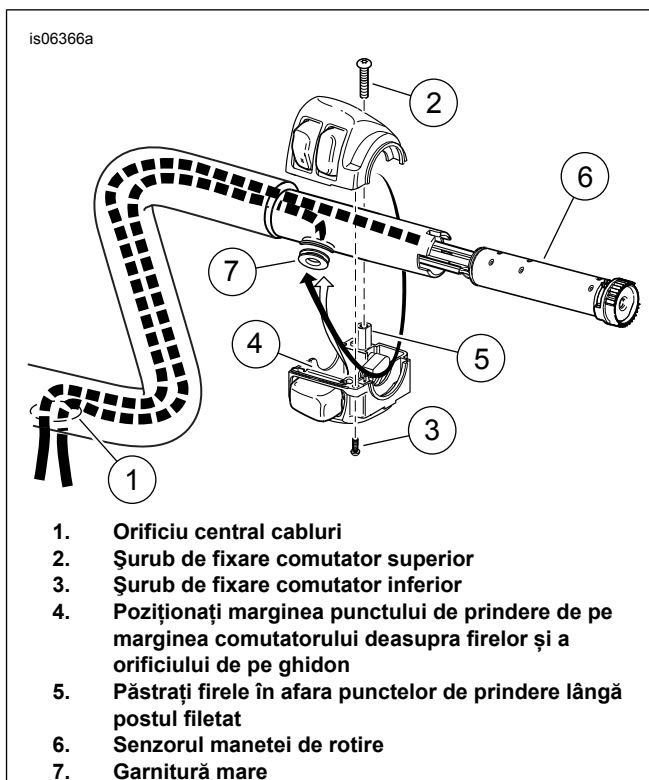

Figura 7. Traseul firelor pentru carcasa comutatorului și pentru senzorul manetei de rotire (Touring 2008 și ulterioare)
15. Înfășurați împreună cu bandă capetele (L) perechii mai lungi a cablajului suficient de bine pentru a trece cu ușurință prin ghidon. Aplicați un strat subțire de săpun lichid, soluție de curățat ferestre sau un lubrifian universal pe fasciculul de fire pentru **senzorul manetei de rotire**.
16. Consultați Figura 7 . introduceți mănunchiul de fire ale senzorului manetei de rotire în capătul din dreapta al ghidonului spre deschiderea mare din centrul barei, în timp ce potriviți clemele indexului de pe senzorul manetei de rotire în sloturile de la capătul ghidonului. Clemele și sloturile de dimensiuni diferite împiedică asamblarea necorespunzătoare.